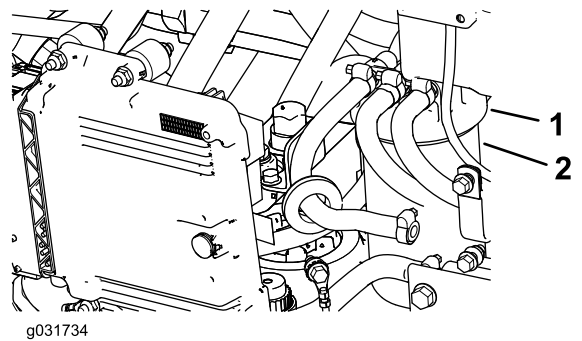

Figura 68
1. Limpie la zona alrededor de la cabeza del filtro de combustible (Figura 68).
2. Retire el filtro y limpie la superficie de montaje del cabezal del filtro (Figura 68).